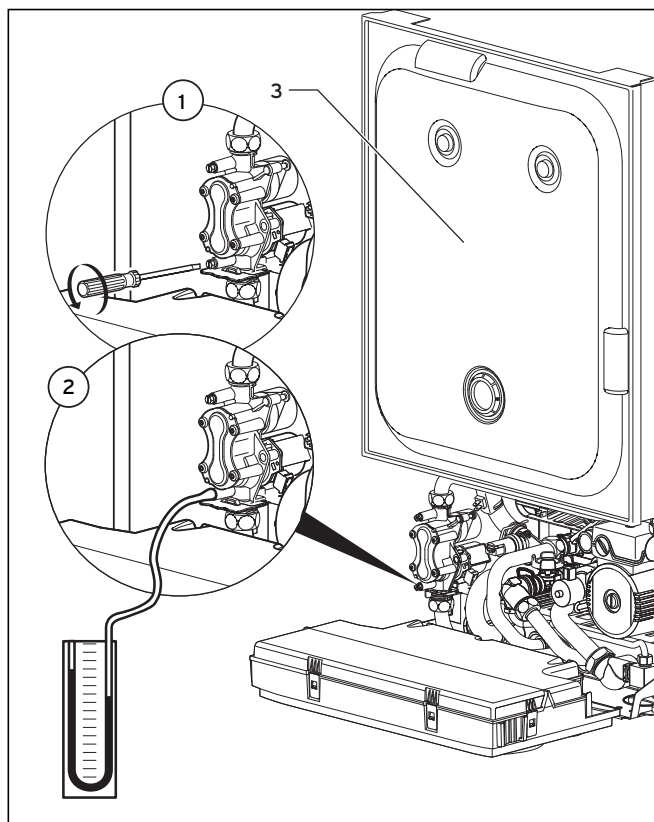

Fig. 6.3 Controllo della pressione di allacciamento
Per controllare la pressione di allacciamento procedere come segue (vedi fig. 6.3).
- Svitare le quattro viti del coperchio della camera di combustione (3, fig. 6.3) e rimuovere il coperchio.
- Svitare le quattro viti del coperchio della camera di combustione (**3**, fig. 6.3) e rimuovere il coperchio.